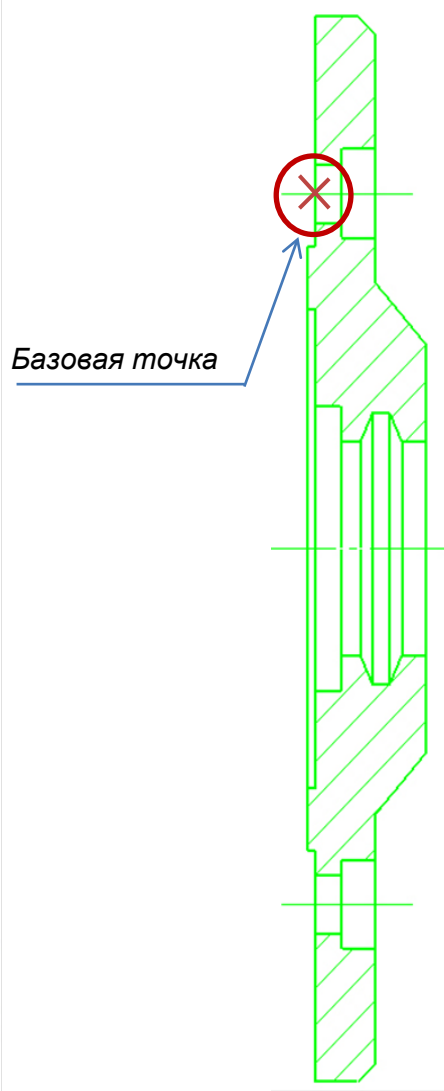

Рис. 4.19. Базовая точка для копирования изображения «Крышка 8»
- Замените верхнюю половину вида разрезом с помощью команды «Симметрия» (см. п. 2.1) (рис. 4.19).
- Скопируйте макроэлемент. Укажите базовую точку, как показано на рис. 4.19.